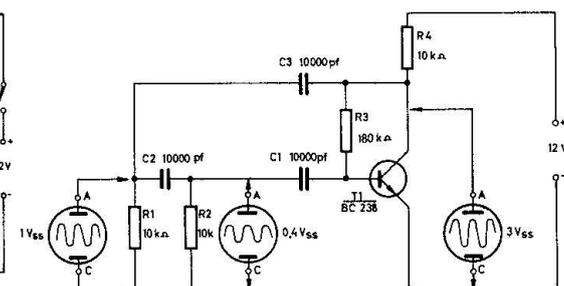

Abb. 77
Man benötigt nicht unbedingt eine Spule (L) und einen Kondensator (C) als frequenzbestimmende und phasenumkehrende Bauelemente, um einen Sinusgenerator aufzubauen. Auch die Schaltung nach Abb. 77 stellt einen Generator dar. Er ist sehr frequenzstabil. Wenn 3 Kondensatoren (C1, C2, C3) und 2 Widerstände (R1, R2), die untereinander in ihren Werten gleich sein müssen, zwischen dem Kollektor und der Basis eines Transistors (T1) angeordnet werden, wird die erforderliche Phasendrehung von  $180^\circ$  erzielt, um den Basisstrom mit einem Teil des Kollektorstroms zu unterstützen. Im Einschaltmoment steigt der Kollektorstrom langsam auf einen positiven Wert an, weil über den relativ hochohmigen Widerstand R3 nur ein geringer Basisstrom fließen kann. Die Kollektorspannung sinkt und wird über die Kondensatoren C3, C2, C1 und die Widerstände R1, R2 auf die Basis zurückgeführt. Für eine ganz bestimmte Frequenz drehen diese Bauelemente die Kollektorspannung um  $180^\circ$ . Das bedeutet, aus der negativ werdenden Kollektorspannung wird eine positiv ansteigende Basisvorspannung, die über den Transistor den Kollektorstrom so weit verstärkt, bis er sich durch den ohmschen Widerstand von R4 nicht weiter vergrößern kann. Am Kollektor tritt keine Spannungsänderung mehr auf. Es gelangt keine Spannung mehr auf die Basis, der Basisstrom wird geringer, und der Kollektorstrom nimmt wieder ab. Die Kollektorspannung